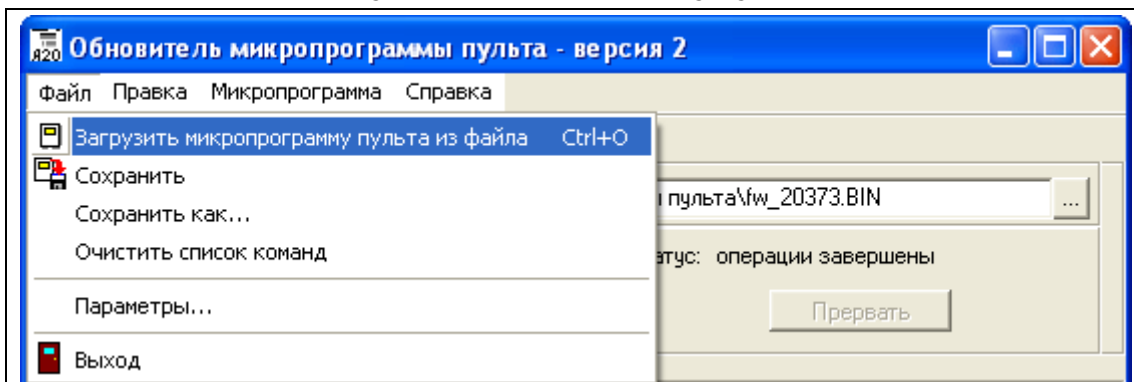

Рисунок 2.6 – Команда «Загрузить микропрограмму пульта из файла»
- 2.3 Для загрузки новой версии микропрограммы прибора «А-20» щелчком мыши введите команду из меню программы (см. рисунок 2.6):